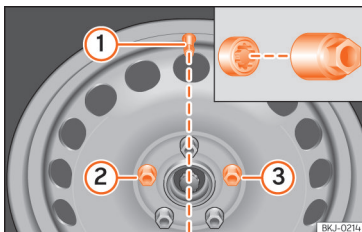

Fig. 241 Canvi de roda: vòlvula del pneumàtic ① i lloc de muntatge del caragol de roda antirobatori ② o ③.
A les rodes amb tapaboques integrals, el caragol de roda antirobatori ha d'estar enroscat en les posicions »» **fig. 241 ② o ③,** prenent com a